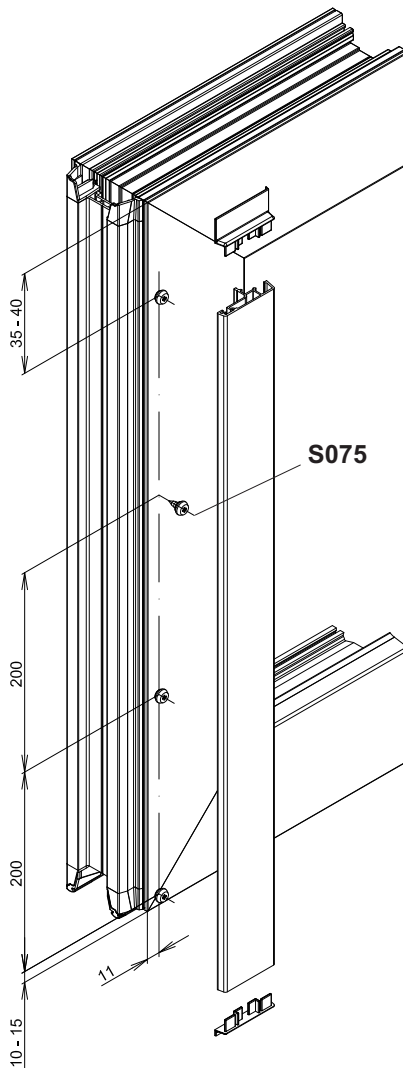

Abb.4 Anbringen der Clipschrauben S075
5. Clipschrauben S075 eindrehen (Abb.4).